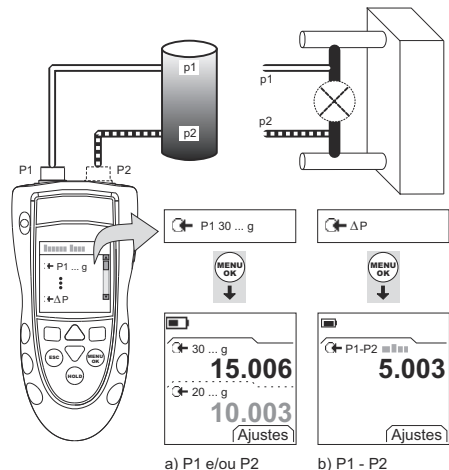

Figura 2: Configuração de exemplo – Medida de pressão
1. Conecte o instrumento (Figura 2) e, se necessário, ajuste a Configuração (Tabela 1).
Os exemplos na Figura 2 mostram:
1. Conecte o instrumento à pressão padrão (Figura 2).